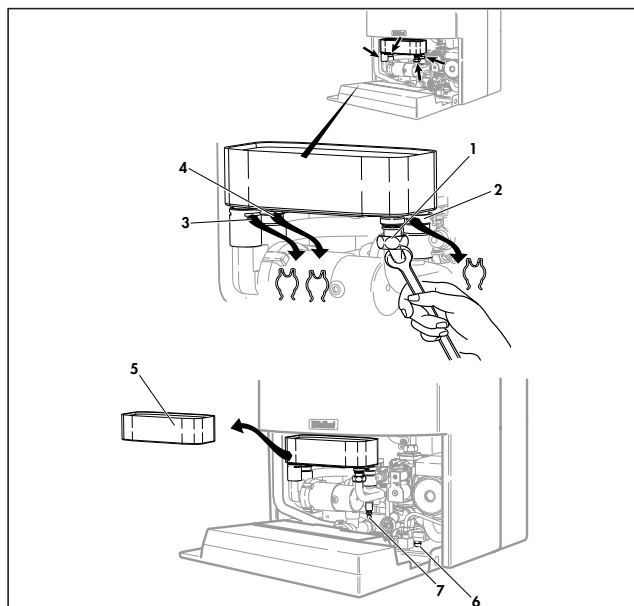

Fig. 8.2: Nettoyage de l'échangeur sanitaire (secondaire)
- Ouvrir également la soupape de purge d'air (7) afin d'évacuer l'air de la pompe de chargement de l'accumulateur et l'échangeur thermique secondaire (voir fig. 8.2).
- Ouvrez le robinet de vidange (6) de l'appareil (voir fig. 8.2), ainsi que le point de distribution d'eau chaude placé le plus en hauteur. Le ballon d'eau chaude de l'appareil sera ainsi aéré et purgé au moyen du robinet de vidange ouvert.